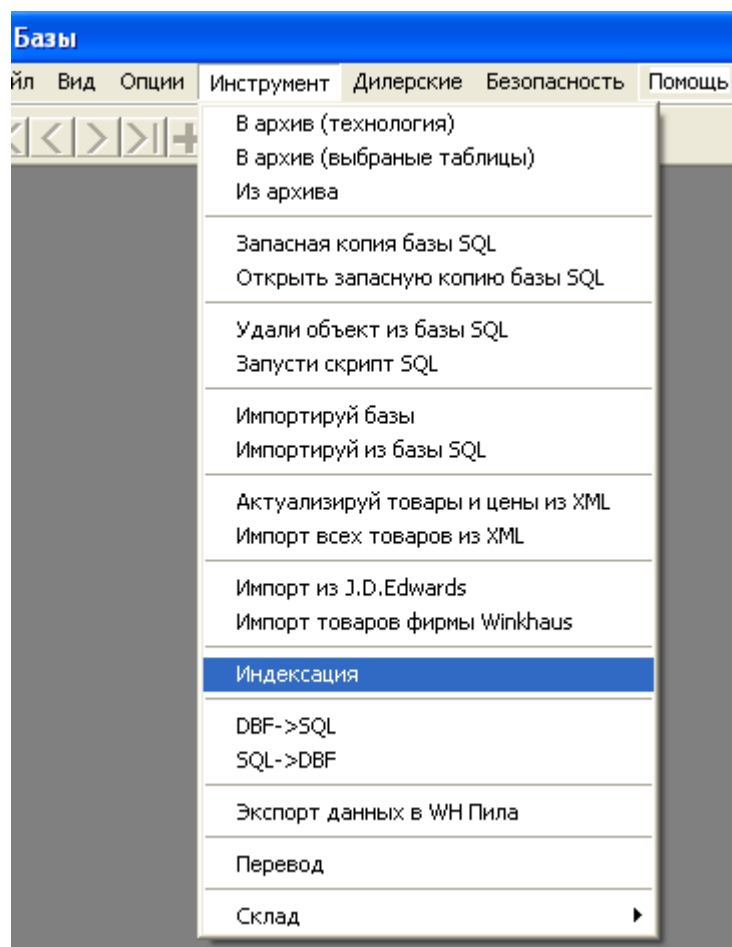

Рисунок 41. Индексация
- **Индексирование** (рис. 41) – этот параметр служит для упорядочения индексов баз данных. Время от времени рекомендуется употреблять этот параметр для „наведения порядка” в базе данных или в случае нестабильности работы программы. Параметр упорядочит индексы в формате базы данных DBF.